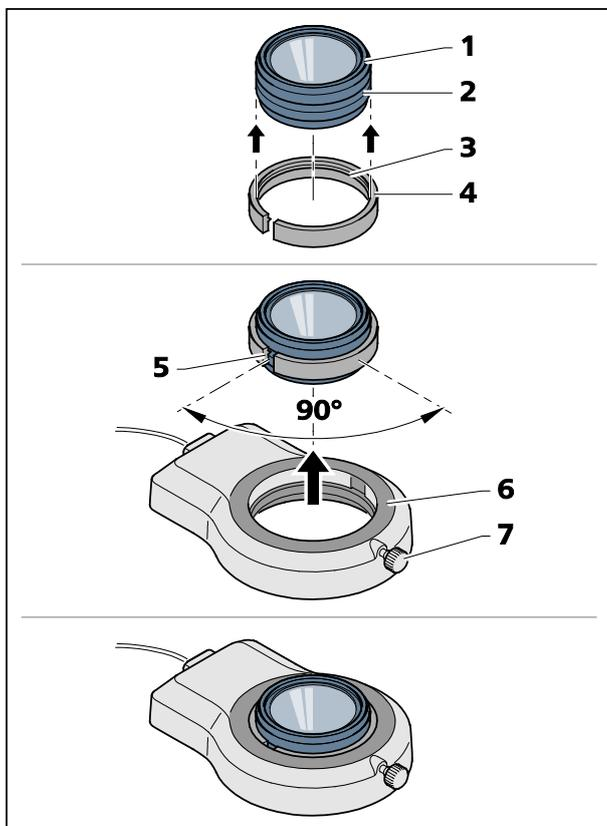

Bild 14 Ringleuchte auf Vorsatzoptik 3 montieren
- Den mitgelieferten, geschlitzten Adapter (Bild 14/4) (Durchmesser außen 66 mm, innen 58 mm) von unten auf die Vorsatzoptik (Bild 14/1) stülpen. Die innen umlaufende Wulst (Bild 14/3) des Adapters muss in der Außennut (Bild 14/2) der Vorsatzoptik einrasten.
- Die Ringleuchte (Bild 14/6) auf den Außendurchmesser des Adapters aufschieben und mit Klemmschraube (Bild 14/7) fixieren.
Die beste Klemmwirkung wird erzielt, wenn der Schlitz (Bild 14/5) des Adapters und die Klemmschraube (Bild 14/7) der Ringleuchte um ca. 90° versetzt sind.